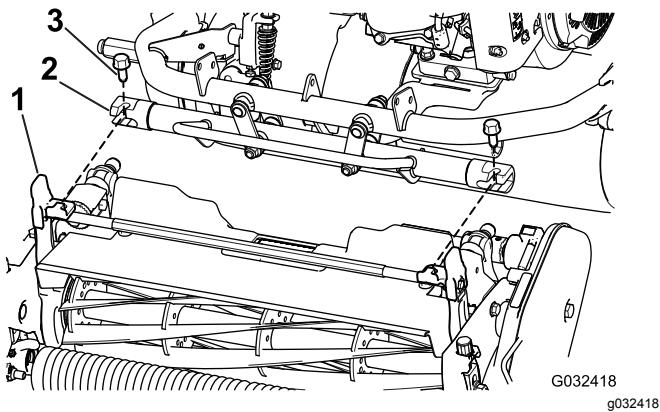

Figura 7
4. Mueva el bastidor de la unidad de tracción (Figura 7) hacia adelante hasta que se acople en los brazos de pivot de la unidad de corte.
5. Sujete el bastidor de la unidad de tracción a los brazos de pivote de la unidad de corte con 2 pernos (3/8 x 3/4") (Figura 7).